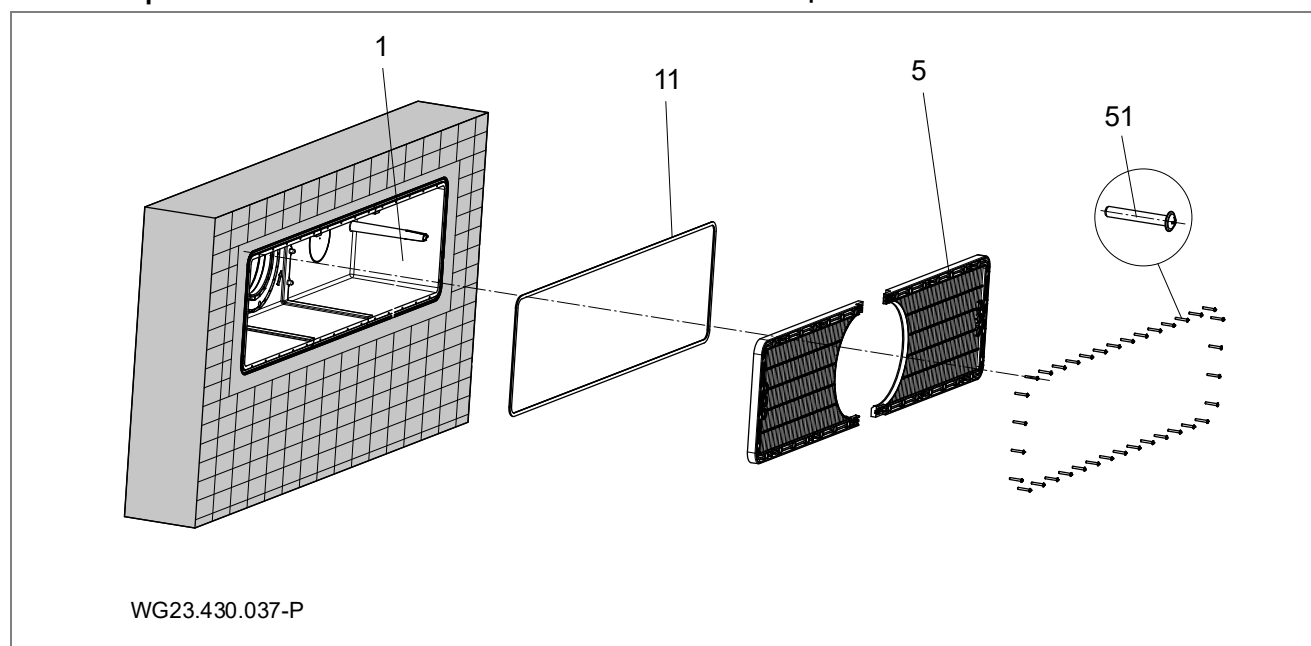

Рис. 8
Для герметизации бетонной стены рекомендуется создать сплошное кольцо из эпоксидной смолы/ кварцевого песка на обращенной к стене бассейна внешней стороне корпуса (1). См. "Рис. 8" на стр. 17.